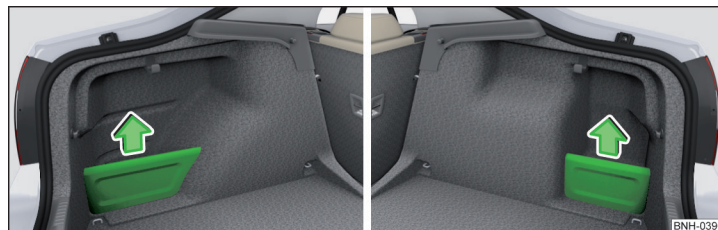

Abb. 87 Ablagefachabdeckung links/rechts abnehmen
- Die Abdeckung am oberen Teil fassen und in Pfeilrichtung herausnehmen » Abb. 87.